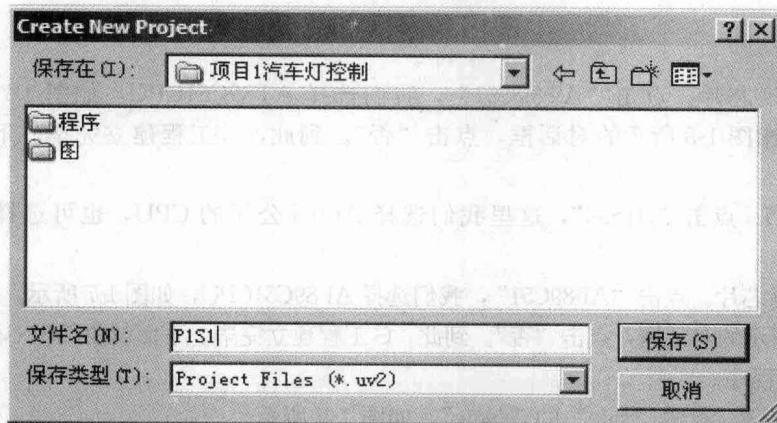

图 1-5 保存对话框
3) 保存工程名。如图 1-5 所示，在“文件名”中输入 C 程序项目名称，这里我们用“P1S1”（只要符合 Windows 文件规则的文件名都行），点击“保存”，“保存”后的文件扩展名为“uv2”，这是 KEIL uVision2 项目文件扩展名。